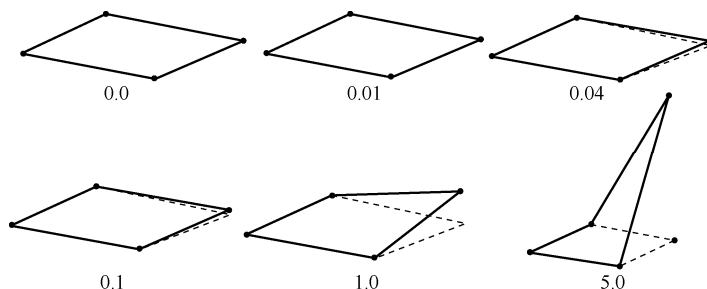

图 3-65 翘曲因子
(4) **Warping Factor** (翘曲因子) 对于某些四边形壳单元及六面体、棱柱、楔形体的四边形面计算, 高翘曲因子暗示程序无法很好地处理单元算法或提示网格质量有缺陷, 如图 3-65 所示。